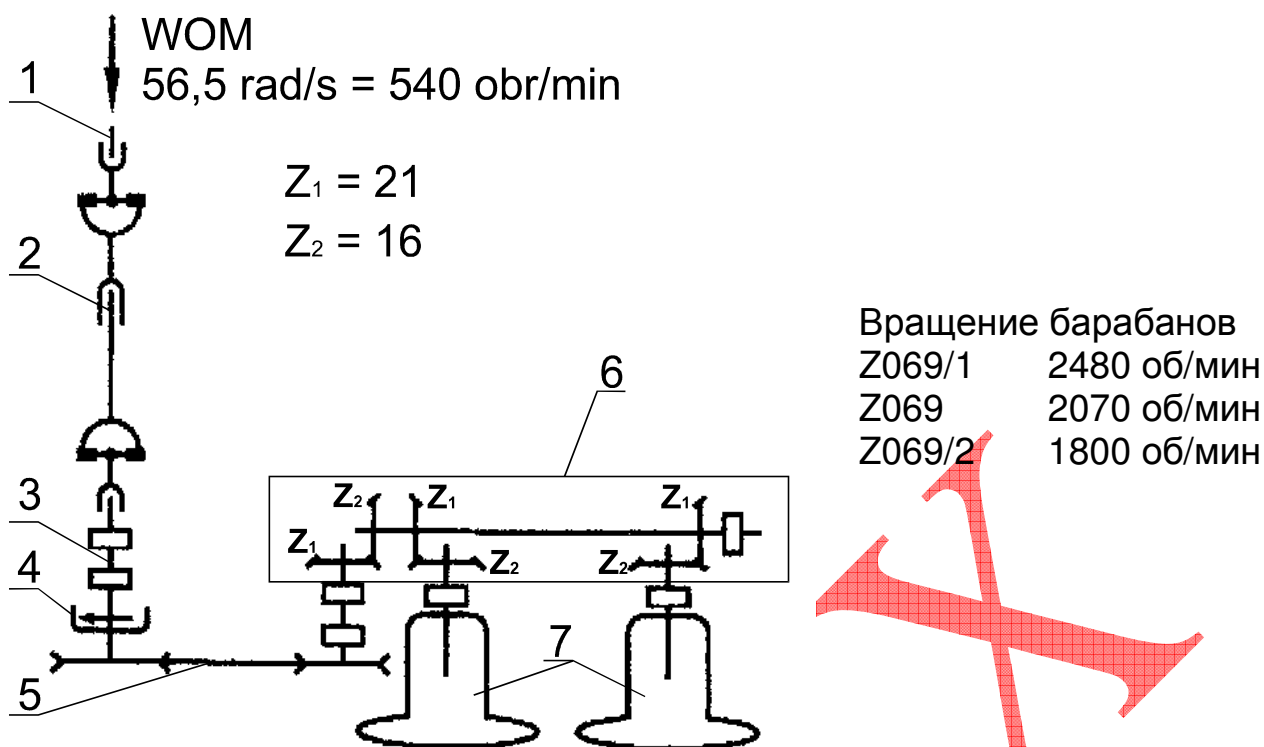

Рис. 7. Кинематическая схема приводного узла косилки
**Приводной узел** косилки представлен на Рис. 7. Косилка приводится в действие от вала отбора мощности трактора (1) через телескопический вал (2). Между промежуточным валом передачи привода (3) и ремённой передачей (5) вмонтирована нереверсивная муфта (4), которая обеспечивает свободное вращение барабанов после остановки трактора и тем самым защищает приводные элементы от повреждения. Привод с ремённой передачи передаётся на вал коробки передач с тремя парами конических зубчатых колёс. Из коробки передач привод передаётся на два барабаны с ножами (7).